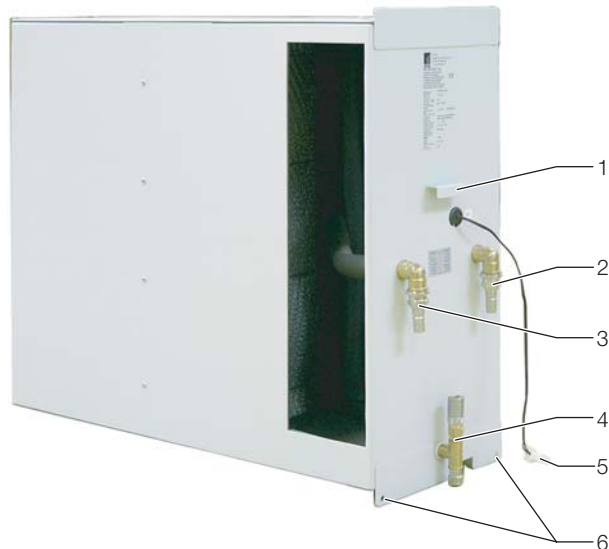
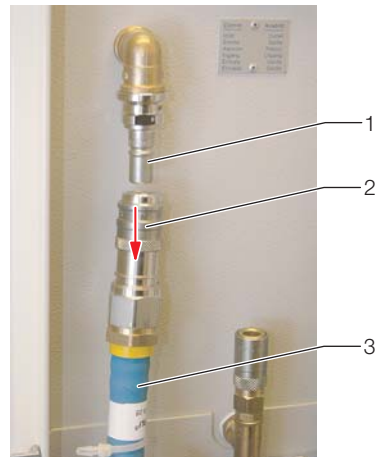

Abb. 30: Wärmetauschermodul eines LCP-Moduls
Abb. 31: Schnellkupplung am Kühlwasseranschluss
- Lösen Sie die Schnellkupplungen der Kühlwasserschläuche von den Kühlwasseranschlüssen für Vor- und Rücklauf an der Vorderseite des LCP-Moduls (Abb. 30, Pos. 3 und Pos. 2). Ziehen Sie dazu den Arretierring (Abb. 31, Pos. 2) der Kupplungsaufnahme vom Kühlwasseranschluss zurück (Abb. 31, Pfeil), bevor Sie die gesamte Kupplung nach unten vom Stecknippel (Abb. 31, Pos. 1) abziehen.
- Lösen Sie die Schnellkupplung des Kondensatablaufs vom unteren Anschluss am Kondensatablauf an der Vorderseite des LCP-Moduls (Abb. 30, Pos. 4). Ziehen Sie dazu den Arretierring (Abb. 32, Pos. 2) am Stecknippel des Kondensatablaufs zurück (Abb. 32, Pfeil), um diesen nach unten abziehen.
- Sind mehrere LCP-Module im Liquid Cooling Package eingebaut, lösen Sie auch die Schnellkupplung des Kondensatablaufs vom oberen Anschluss (Abb. 30, Pos. 4). Ziehen dazu den Arretierring (Abb. 32, Pos. 4) der Kupplungsaufnahme am Kondensatablauf zurück (Abb. 32, Pfeil), um den Stecknippel (Abb. 32, Pos. 3) nach oben abzuziehen.
- Ziehen Sie den Stecker der Steuerleitung des Temperatursensors (Abb. 30, Pos. 5) ab.
- Lösen Sie die beiden Befestigungsschrauben an der Vorderseite des Wärmetauschermoduls und ziehen Sie das Modul am Handgriff (Abb. 30, Pos. 1) ein Stück aus dem Moduleinschub heraus.
- Ziehen Sie den Erdungsstecker an der Oberseite des Wärmetauschermoduls ab und ziehen Sie das Modul am Handgriff (Abb. 30, Pos. 1) vollständig aus dem Moduleinschub heraus.